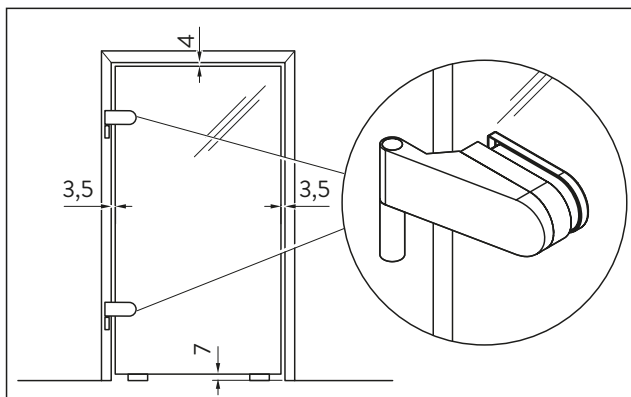

Abb. 2 Spaltmaße
2. Den Glastürflügel an der Montageposition auf Holzklötze aufstellen und lotrecht ausrichten. Die Spaltmaße beachten, siehe Abb. 2.